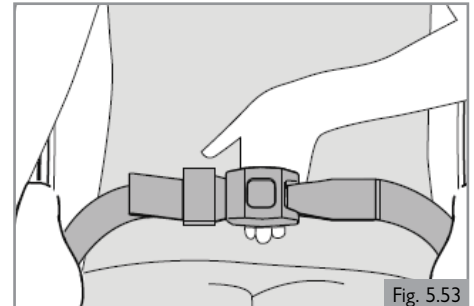

Fig. 5.53
1. Pour le confort et la sécurité de l'utilisateur, tendez la ceinture de sécurité de sorte à pouvoir passer seulement une main sous la ceinture. (Fig. 5.53)